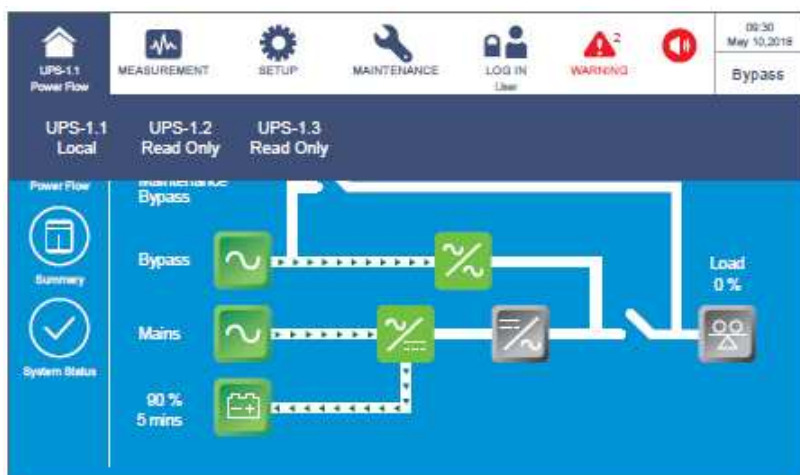

Рисунок 6-12: Экран запроса идентификационного номера параллельного ИБП
- 8 Для параллельного применения нажать значок (), расположенный в верхнем левом углу экрана, и проверить общее количество параллельных ИБП. ИБП с наименьшим идентификационным номером устройства определяется как главный. См. **Рисунок 6-12**.